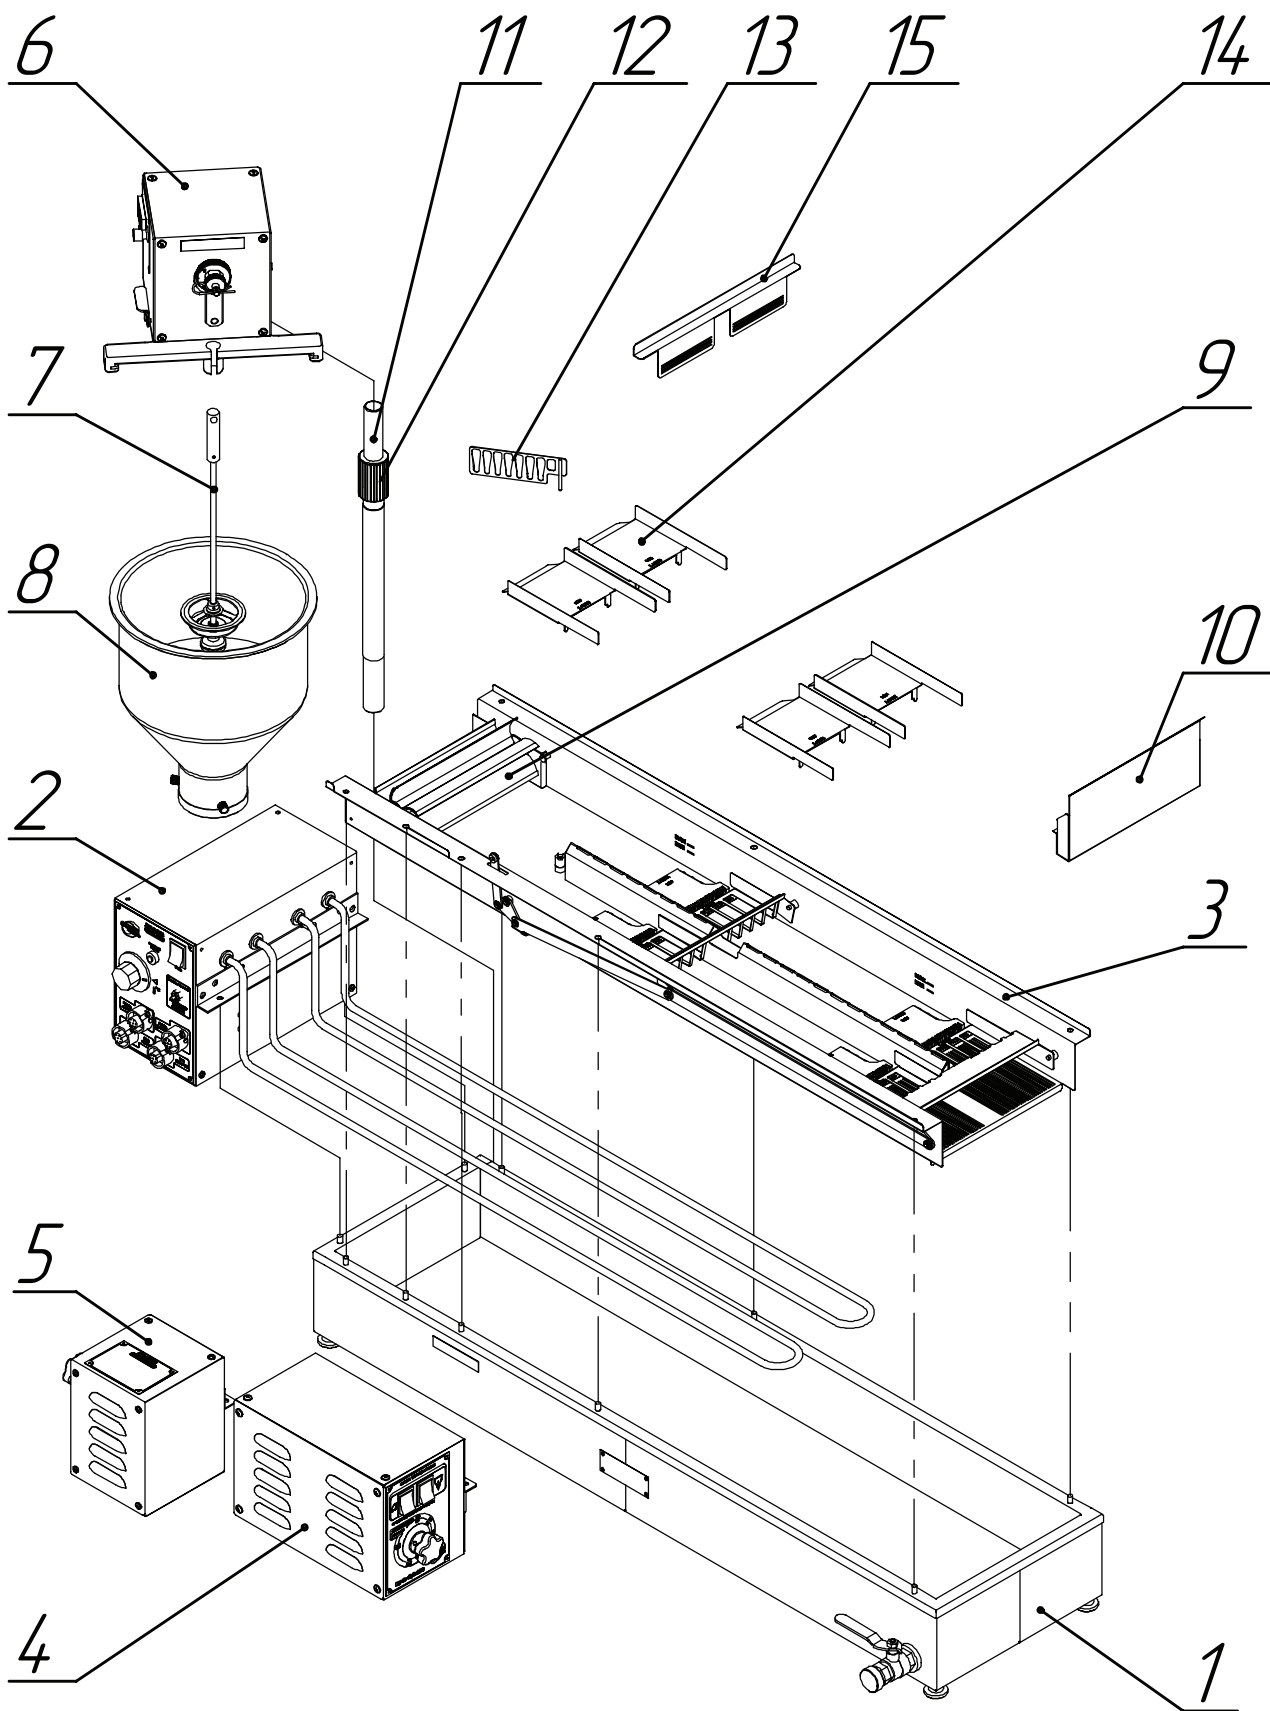

Рис. 1
Автомат пончиковый ПРФ-11/2400 состоит из следующих частей (рис.1):
Автоматическое формирование пончиковых заготовок осуществляет дозатор, состоящий из бункера для теста (8) (рис.1), электромеханического привода (6) и поршня (7), который выдавливает из бункера тестовую заготовку в форме пончика в жарочный бак (1). Массу пончика можно регулировать механизмом регулировки массы, который находится на выходном валу привода дозатора.